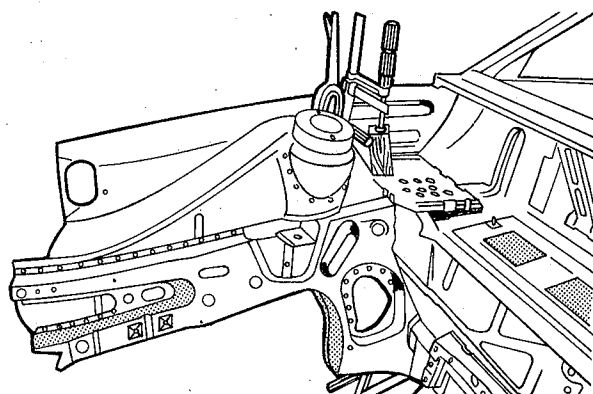

fig. 95
5. Posicionar o conjunto longarina dianteira/saia, fixando-o com grampos, sem tensioná-lo. Se necessário, endireitar o painel de fogo (fig. 95)